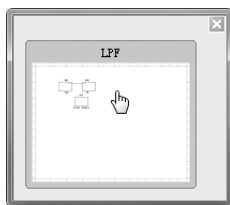
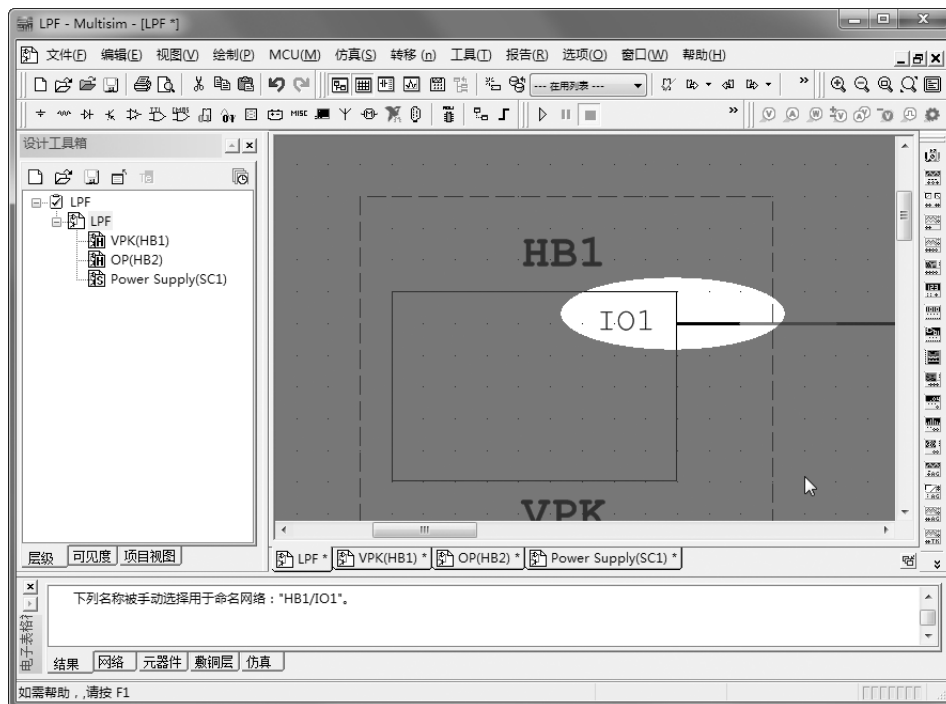

图 5-62 显示缩略图
图 5-63 显示对应的电路端口
3) 单击该缩略图，如图 5-62 所示，顶层原理图则出现在编辑窗口中。并且在代表子原理图的层次块/支电路符号中，且具有相同名称的电路端口处于高亮显示状态，如图 5-63 所示。